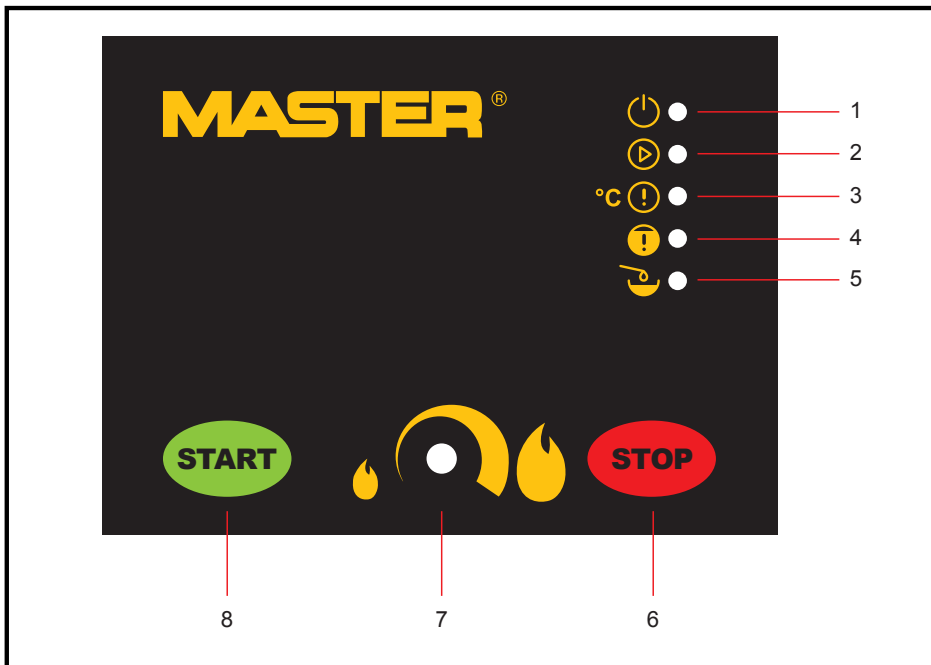

Fig. 3
- ▶ Fig. 3 Преден панел на контролния модул на нагревателя на универсално масло.